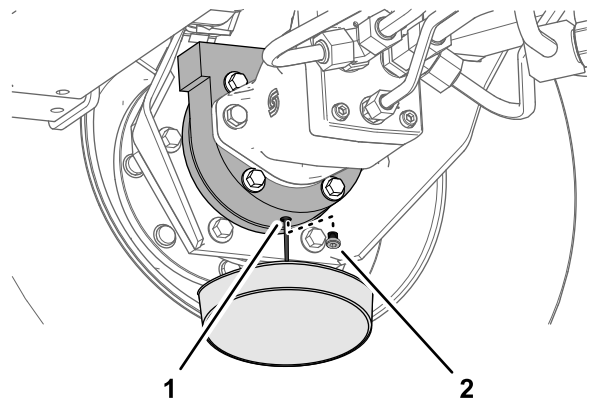

Figura 68
- Pod skříň brzdy umístěte vypouštěcí nádobu, demontujte vypouštěcí zátku a nechejte veškerý olej vytéct (Figura 68).